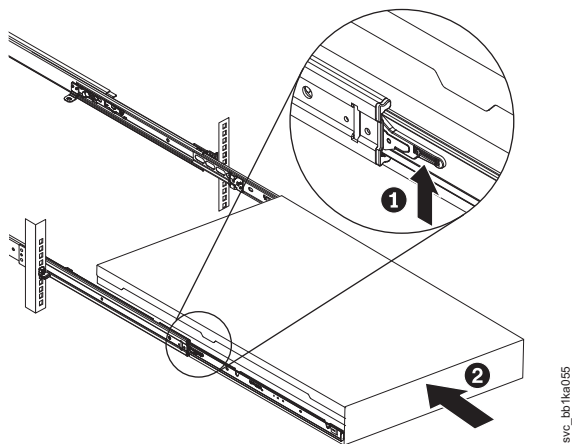

图 166. 抬起机架滑轨的锁定拉杆
9. 抬起滑轨上的锁定拉杆（第 201 页的图 166 中的 **1**），将服务器 **2** 全部推入机架，直到其咔嗒一声锁定到位。